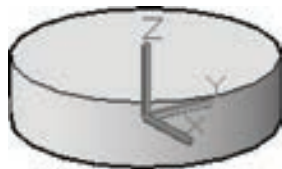

图 9-119 转换为实体
- 3) 在“修改”菜单中选择“三维操作”→“转换为实体”命令，接着选择具有厚度的该圆，按〈Enter〉键，则被选定的对象转换为图 9-119 所示的实体。